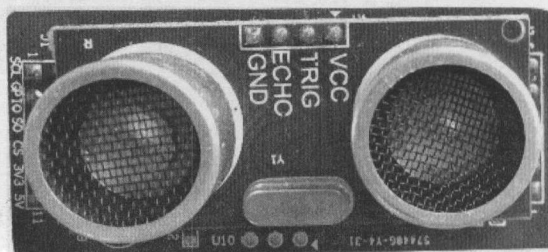

图 A.18
(11) 超声波测距传感器 Ultrasonic 如图 A.18 所示。